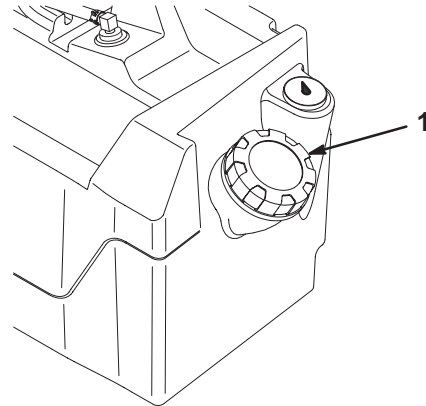

Bild 3
2. Reinigen Sie den Bereich um den Tankdeckel (Bild 3).